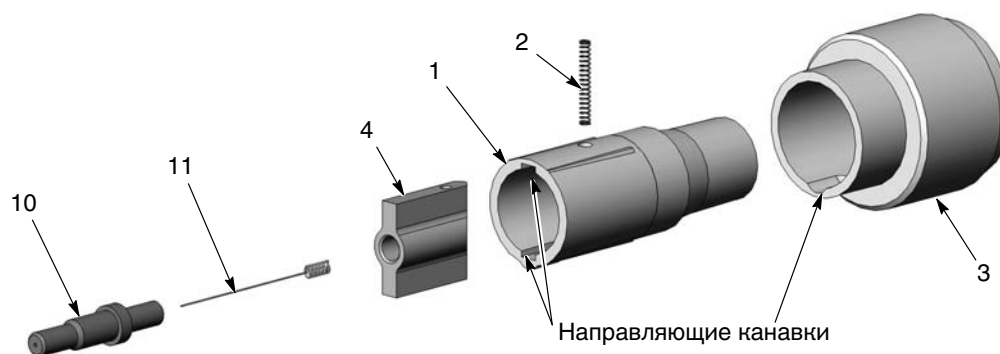

Рис. 7-5 Замена втулки опоры электрода
- Опора электрода состоит из деталей 1–4, показанных на рис. 7-5.
- Узел опоры (3) включает резистор. В случае выхода из строя резистора необходимо заменить весь узел.